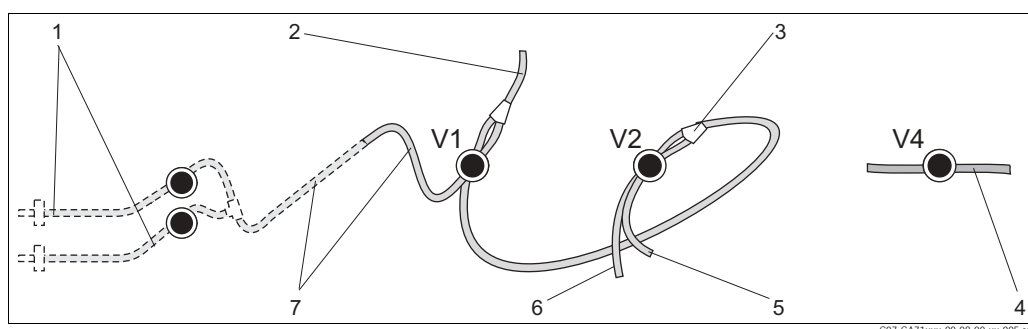

Fig. 17: Valvole e tubi flessibili delle valvole
3. Per montare i tubi nuovi procedere in ordine inverso. Verificare che i tubi siano stati collegati correttamente (→ Fig. 17).